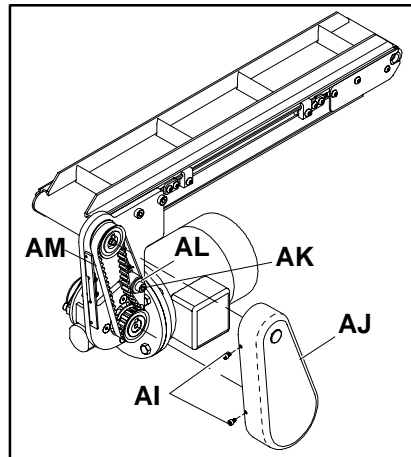

Figure 16: Détail du retrait du carter de la courroie
Débranchez la source de courant électrique. Ensuite, enlevez les vis (AI de la figure 16) qui fixent le carter de la courroie (AJ). Ensuite, enlevez le carter.
Serrez le boulon de fixation du pignon de tension (AK de la figure 16) sous un couple de 24 Nm.